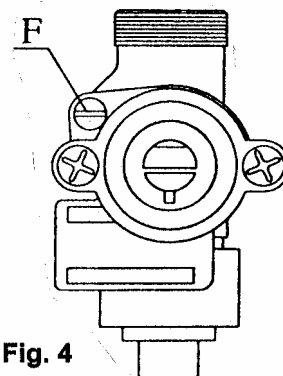

Fig. 4
- , G.L.P. : la vis de réglage du débit minimal (F) doit être serrée à fond (Fig. 4).
- , Gaz naturel : tournez la vis de réglage du débit minimal (F) dans le sens contraire des aiguilles d' une montre jusqu'à ce que la flamme soit stable en position minimale (Fig.4)